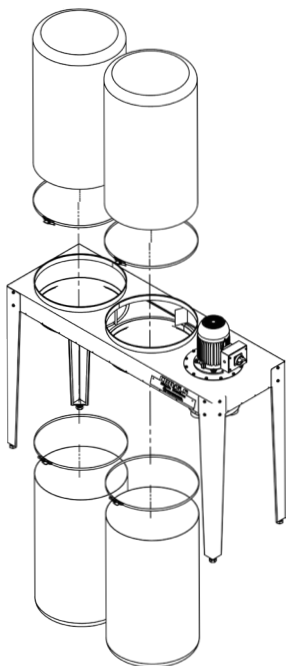

figura 6
5. Passe as cintas por dentro do saco coletor de modo que os fixadores fiquem expostos. Pendure os sacos superiores no suporte "T" e fixe nas bocas da estrutura principal. Repita o procedimento de fixação nas bocas da estrutura principal para os sacos inferiores (**figura 6 e 7**):